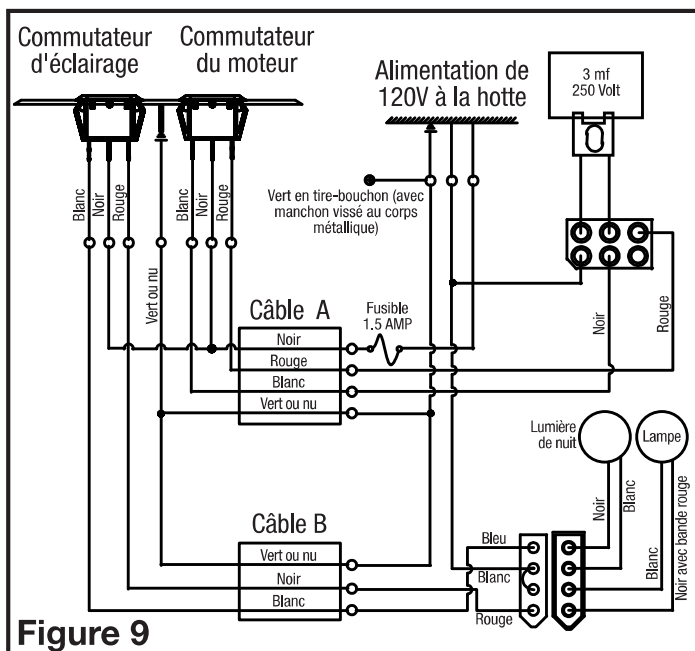

Figure 9
4. **Raccordements à la hotte (Figure 9) :** Connectez le fil de terre d'alimentation maison (vert ou nu) au fil de terre vert standard de la hotte et aux fils de terre des câbles A et B.
5. **Connexions à la boîte de commutation (Figure 9) :** Connectez le fil noir du câble A au fil noir central des DEUX commutateurs à bascule. Connectez le fil blanc du câble A au fil blanc du commutateur du ventilateur. Connectez le fil rouge du câble A au fil rouge du commutateur du ventilateur. Connectez le fil noir du câble B au fil rouge du commutateur d'éclairage. Connectez le fil blanc du câble B au fil blanc du commutateur d'éclairage. Connectez les fils verts des deux câbles A et B au câble vert attaché à la plaque murale. Utilisez des méthodes approuvées pour toutes les connexions.